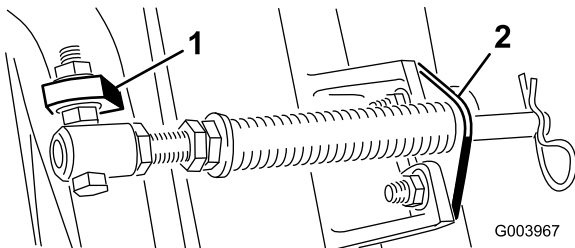

Figura 5
- C. Monte el perno del tubo del muelle a la otra pestaña del bastidor de tiro y fíjelo con la tuerca con arandela prensada. Coloque la cabeza del perno en el exterior de la pestaña, según se muestra en Figura 5.
D. Monte el soporte de la varilla en las pestañas de la unidad de corte con los pernos de cuello cuadrado y las tuercas (Figura 5).